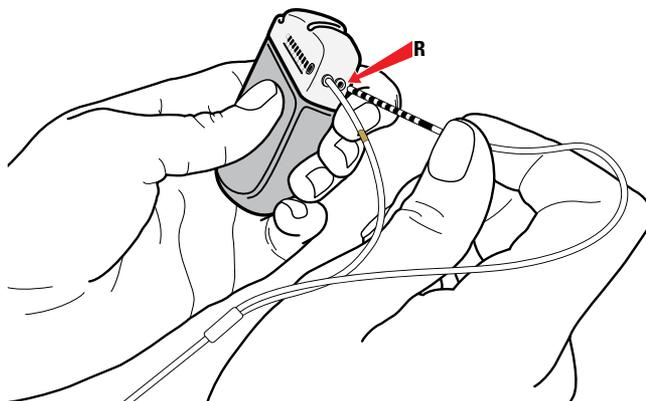

Figure 36. Connexion au port R du GII
- b. Connecter l'extrémité de l'extension de l'hémisphère droit sans bande de marquage au port R (ou D) (Figure 36).